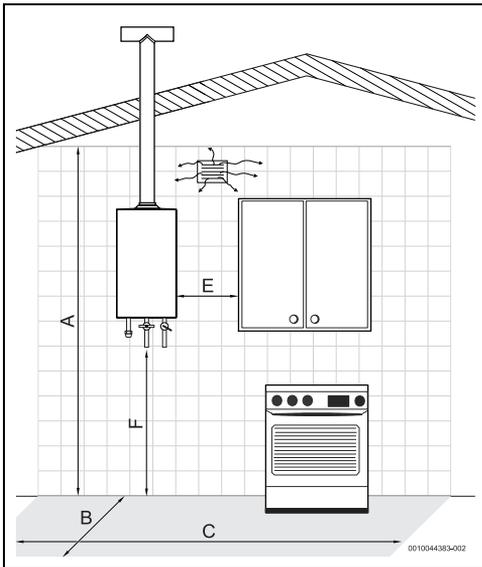

Fig. 15 Distancias mínimas (cm)
- ▶ Respetar las separaciones mínimas indicadas en la Fig. 15.